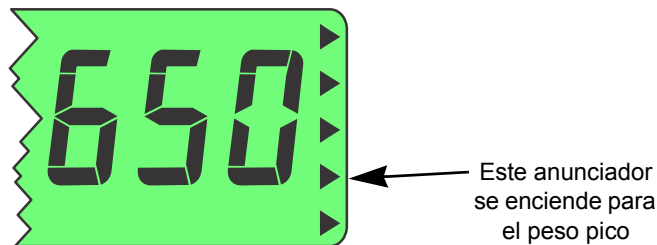

Figura 3.2 Anunciadores mín/máx
Solo se muestra el peso más alto aplicado a la báscula cuando se selecciona la visualización del valor del peso pico. El peso pico es indicado por el anunciador que se muestra en la Figura 3.2.
1. Presione varias veces **SELECT (SELECCIONAR)** hasta que se encienda el anunciador que se muestra en la Figura 3.2. Esto significa que ahora visualiza el peso pico.